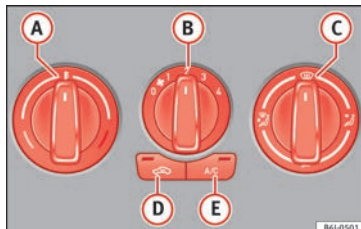

Bild 166 Luftkonditioneringsreglage på instrumentpanelen.
- Med vreden ①, ② och ③ » bild 166 kan du justera temperaturen, luftfördelningen och luftfördelningen.
- För att slå på eller av en funktion, tryck på aktuell knapp ④ eller ⑤. När funktionen har aktiverats tänds en röd varningslampa på knappen.
- Du stänger av kylsystemet med **» bild 166** -knappen (lampan i knappen slocknar).
Om vredet  **» bild 166** är i upptinningsläget så är luftcirkulationsspjället alltid öppet (lampan i knappen är släckt).
- Tryck på knappen  **» bild 166**. Lampan i reglaget tänds som ett tecken på att luftcirkulationen i kupén har aktiverats.